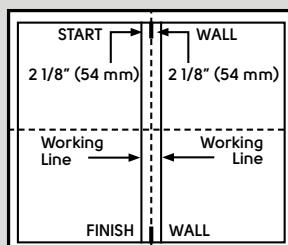
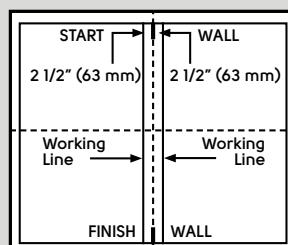

Fig. 2a
Fig. 2b
- Meet 54 mm voor planken van 152,4 mm breedte (Fig. 2a) OF 63 mm voor planken van 177,8 mm breedte (Fig. 2b) vanaf links en rechts van de middenmarkering aan beide uiteinden van de kamer en trek een krijtlijn.